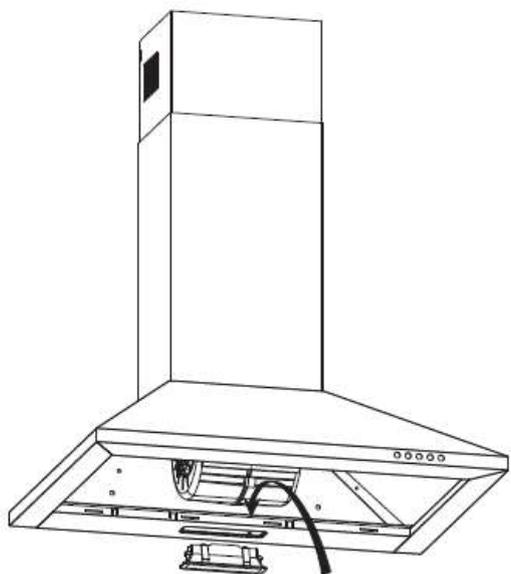

Рис. 3
5. Нажмите на пружину, после чего можно снять блок лампы (Рис.3).